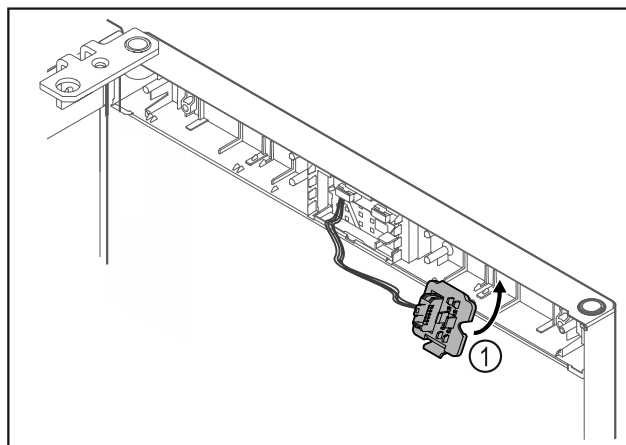

Fig. 19
- ▶ Klik stikholderen Fig. 19 (1) i på den modsatte side.